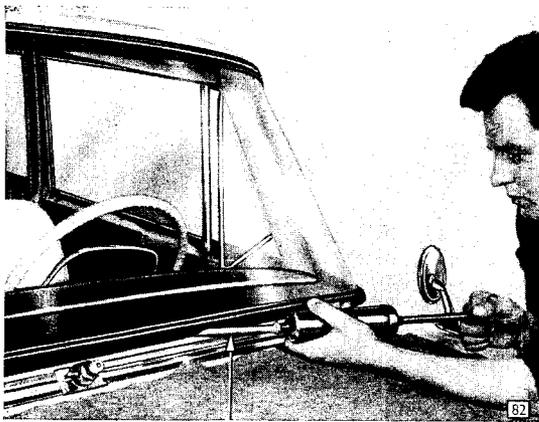
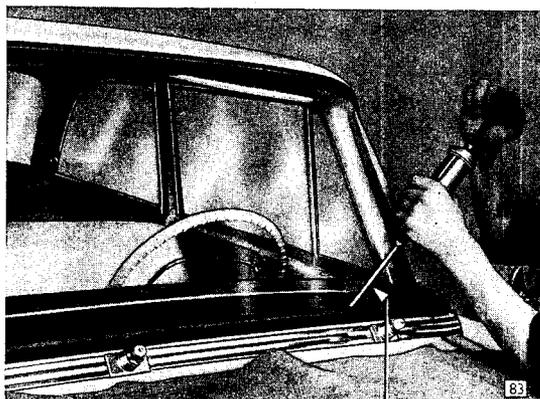

Bild 12 - Zwischen Karosseriesteg und Gummifassung mit Fensterdichtungsmasse auslegen
Bild 13 - Zwischen Windschutzscheibe und Gummifassung mit Fensterdichtungsmasse auslegen
9. An Karosserie-Außenseite zwischen Karosseriesteg und Gummifassung (Bild 12) und zwischen Windschutzscheibe und Gummifassung (Bild 13) mit Fensterdichtungsmasse L 000 779/5 mittels Druckpresse auslegen.